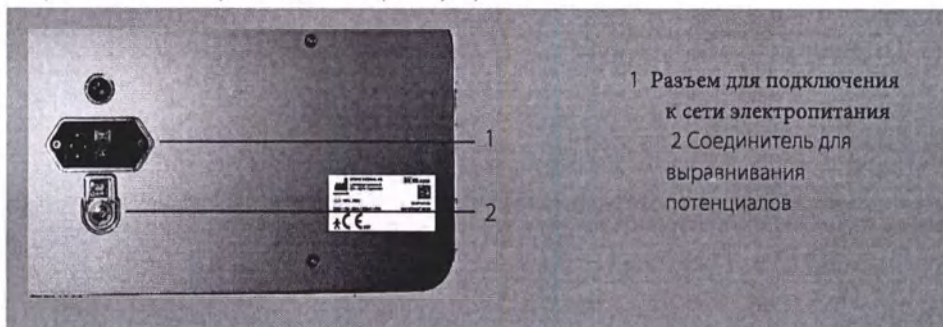

Рис. 3-7 Подключение к источнику электропитания
На задней стороне устройства расположено гнездо для выравнивания потенциалов (Рис. 3-7/2), использование которого может потребоваться в связи с национальными нормами или классом помещения.
- Подключите кабель для выравнивания потенциалов к гнезду для выравнивания потенциалов D-ACTOR 200 (Рис. 3-7/2), а затем - к вашему соединителю для выравнивания потенциалов.